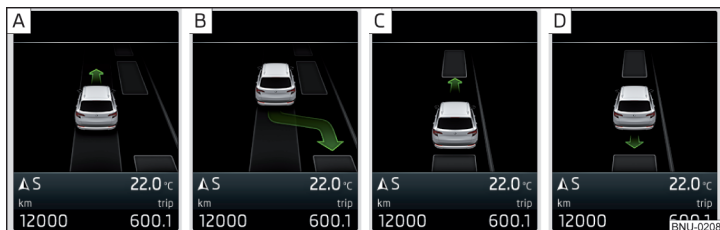
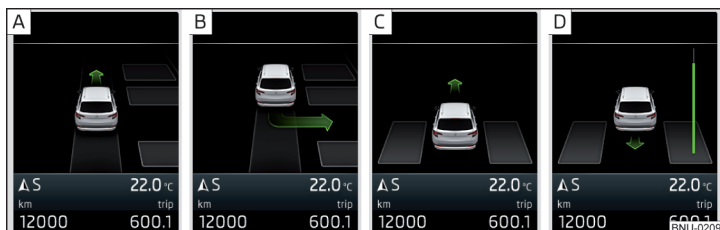

Fig. 265 Aparcar en una plaza de aparcamiento longitudinal: Visualización en pantalla
Fig. 266 Aparcar en una plaza de aparcamiento transversal: Visualización en pantalla
Si el sistema encuentra una plaza de aparcamiento, entonces en la pantalla se muestra el modo de aparcamiento recomendado » fig. 265 de la pág. 237 - **A** o » fig. 266 de la pág. 237 - **A**.
**Visualización en pantalla** » fig. 265 o » fig. 266
La plaza de aparcamiento encontrada se muestra en la pantalla » fig. 265 - **A** o » fig. 266 - **A**.